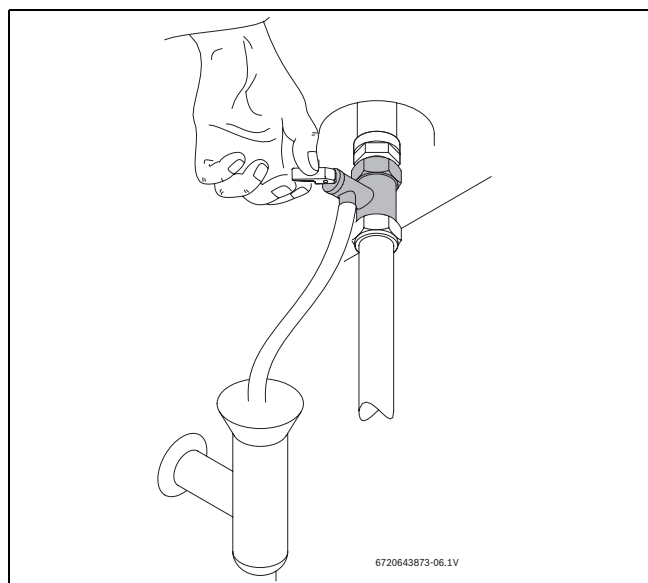

Fig. 12 Accionamento manual da válvula de segurança
- ▶ Abrir a válvula de segurança (→ Fig. 12).
- ▶ Abrir manualmente a válvula de segurança pelo menos uma vez por mês (→ Fig. 12).